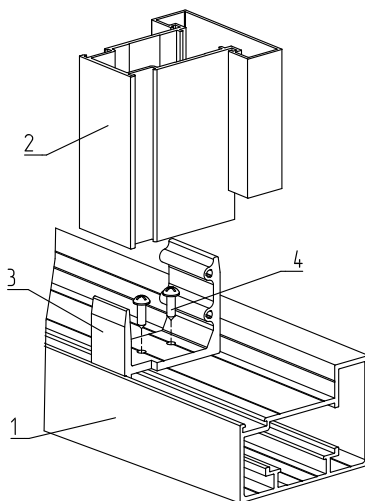

Рис. 66. Установка соединителей под вертикальный разделительный импост (столб):
- установка соединителей под вертикальный разделительный импост(столб) (рис. 66).